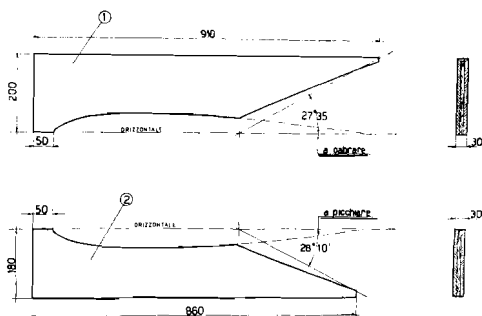

Fig. 41. — Righe per verifica angoli timone quota.
N. 2 righe per la verifica degli angoli del timone quota (fig. 41).